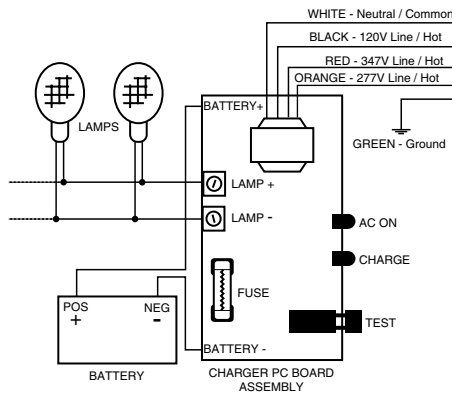

Figure 6
5. Install conduit bushing (Figure 6).